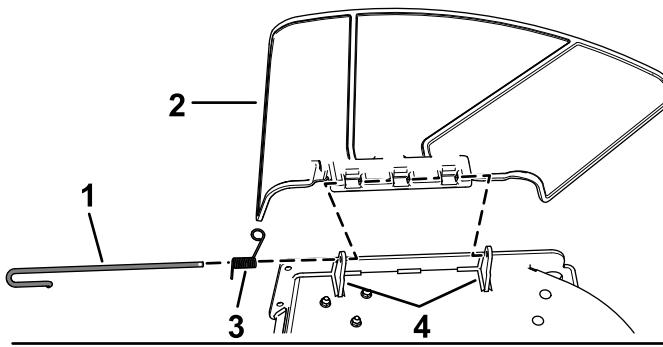

Figure 68
1. Désengagez le ressort du cran dans le support de déflecteur et sortez la tige des supports soudés du tablier, du ressort et du déflecteur d'éjection (Figure 68).